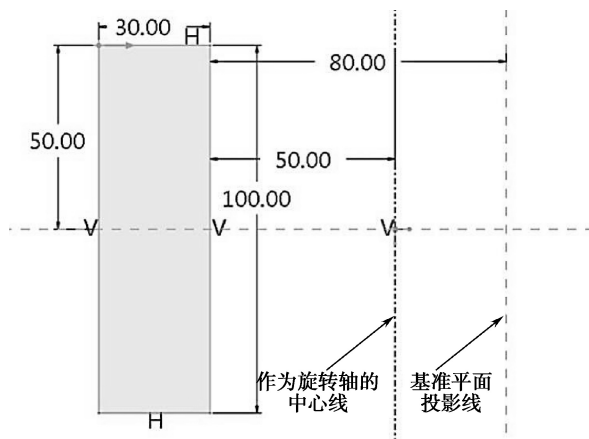

图 4-140 截面 1
(3) 绘制如图 4-140 所示的截面，绘制完成后单击  退出草绘 1；